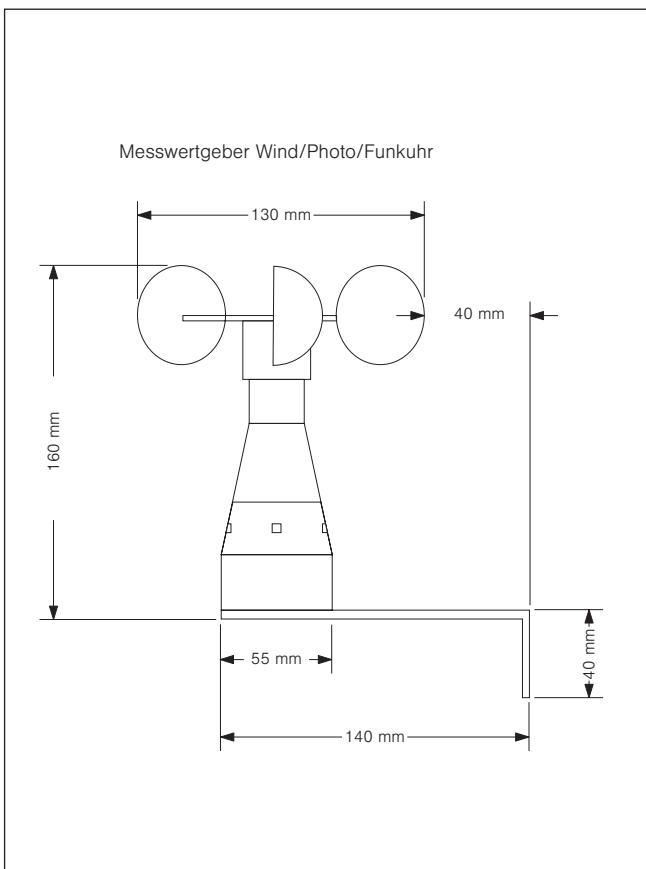

Abb. 4 Abmessungen
- Die Photodioden im Messwertgeber müssen den gleichen Helligkeitsbedingungen ausgesetzt sein wie die zu steuernden Sonnenschutzbehänge. Richten Sie die Photodioden nach den zu verschattenden Gebäudefasaden aus (s. Abb. 4). Beachten Sie, dass die Photodiode Nr. 1 (Abb. 6), die für die Dämmerungsautomatik erforderlich ist, dabei möglichst nach Norden weist und nicht durch künstliche Lichtquellen beeinflusst werden kann.